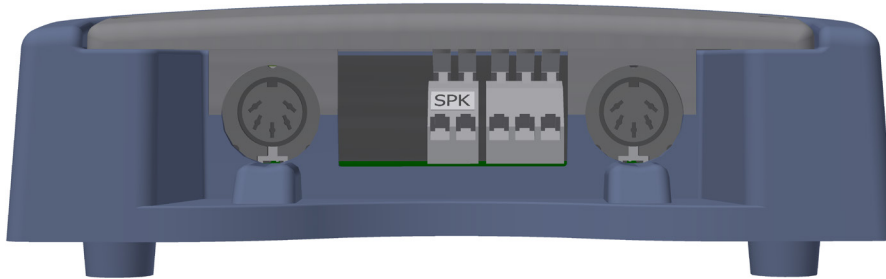

Fig 4: Instalace
4. Kabely vysílače (TX) a přijímače (RX) připojte do zásuvek ovladače. Poznámka: použít lze kteroukoli zásuvku, protože inteligentní software rozpozná, který detektor je připojen (viz Fig 4).